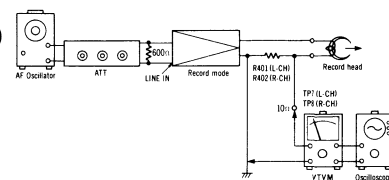

Fig. 17
| E AufnahmestromBedingung:* AufnahmeMeßgerät:* Röhrenvoltmeter* NF-Generator* Abschwächer                      | <ol style="list-style-type: none"> <li>1. Den Meßaufbau zeigt Fig. 17</li> <li>2. Vormagnetisierung durch Lötlöten der Anschlußstelle (C) für Vormagnetisierungsstrom ON oder OFF in Fig. 16.</li> <li>3. 1kHz-Signal (-24dB) zuführen und ATT abgleichen, bis Monitorpegel an LINE OUT 0,65V ist.</li> <li>4. Spannung messen und dann Aufnahmestrom nach folgender Formel berechnen. <math display="block">\text{Aufnahmestrom} = \frac{\text{Spannung am Röhrenvoltmeter (V)}}{10 \text{ (Ohm)}}</math></li> </ol> <p>NORMALWERT:                     Ungefähr 230µA (Metal position)                     Ungefähr 180µA (CrO2 position)                     Ungefähr 150µA (Fe-Cr position)                     Ungefähr 150µA (Normal position)</p> <ol style="list-style-type: none"> <li>5. Falls der gemessene Wert nicht der Toleranz liegt, die folgenden VR abgleichen.                     Metal position ...VR205 (L-CH), VR206 (R-CH)                     CrO2 position .....VR207 (L-CH), VR208 (R-CH)                     Fe-Cr position ...VR209 (L-CH), VR210 (R-CH)                     Normal position...VR211 (L-CH), VR212 (R-CH)</li> </ol>                                                                                                  |
| <p>㊦ Recording current</p> <p>Condition:</p> <ul style="list-style-type: none"> <li>* Record mode</li> </ul> <p>Equipment:</p> <ul style="list-style-type: none"> <li>* VTVM</li> <li>* Oscilloscope</li> <li>* AF oscillator</li> <li>* ATT</li> </ul>                                                                                                                      | <ol style="list-style-type: none"> <li>Test equipment connection is shown in fig. 17.</li> <li>Stop bias oscillation by unsoldering the connection point (C) for bias current ON or OFF in fig. 16.</li> <li>Supply 1 kHz signal (−24 dB) and adjust ATT until monitor level at LINE OUT becomes 0.65 V.</li> <li>Measure voltage and then calculate recording current by formula given below.</li> </ol> <div style="text-align: center;"> <math display="block">\text{Recording current} = \frac{\text{Value read on VTVM (V)}}{10 (\Omega)}</math> </div> <div style="border: 1px solid black; padding: 5px; margin: 10px 0;"> <p>Standard value: around 230μA (Metal position), around 180μA (CrO2 position), around 150μA (Fe-Cr position), around 150μA (Normal position)</p> </div> <ol style="list-style-type: none"> <li>If the measured value is not within standard, adjust the following VR. <ul style="list-style-type: none"> <li>Metal position ..... VR205 (L-CH), VR206 (R-CH)</li> <li>CrO2 position ..... VR207 (L-CH), VR208 (R-CH)</li> <li>Fe-Cr position ..... VR209 (L-CH), VR210 (R-CH)</li> <li>Normal position ..... VR211 (L-CH), VR212 (R-CH)</li> </ul> </li> </ol> |